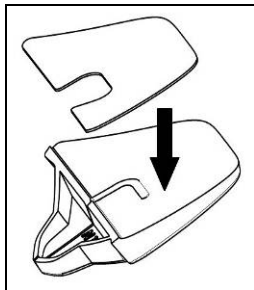

Fig. 3
- Applicera medföljande dubbelhäftande tejp på vald adapter i plast (Fig. 3);